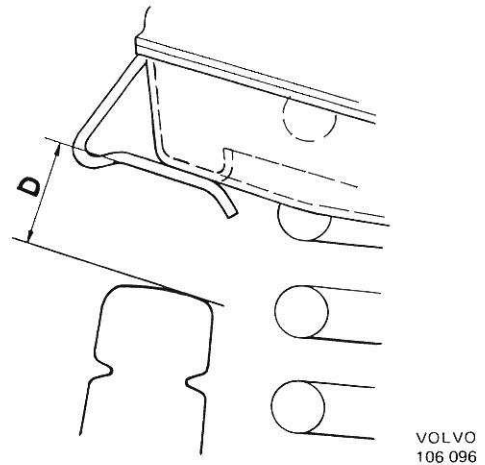

Figure 39. Position de montage
1. Compléter le triangle de commande avec les bagues et rondelles indiquées sur les figures 14 et 15. Poser le triangle de commande en place. Monter l'axe du triangle de commande. Maintenir le triangle de commande de telle manière que la distance entre la butée caoutchouc et l'essieu avant (cote D, figure 39) soit d'environ 30 mm.